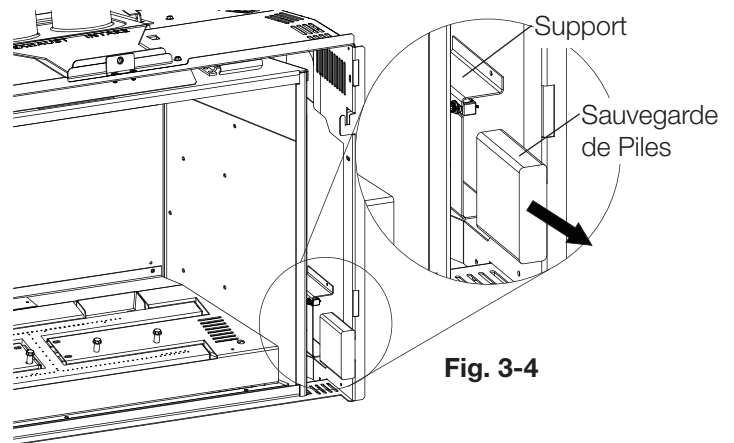

Fig. 3-4
1. Retirez la sauvegarde de piles en la glissant vers l'avant du support (**Fig. 3-4**).